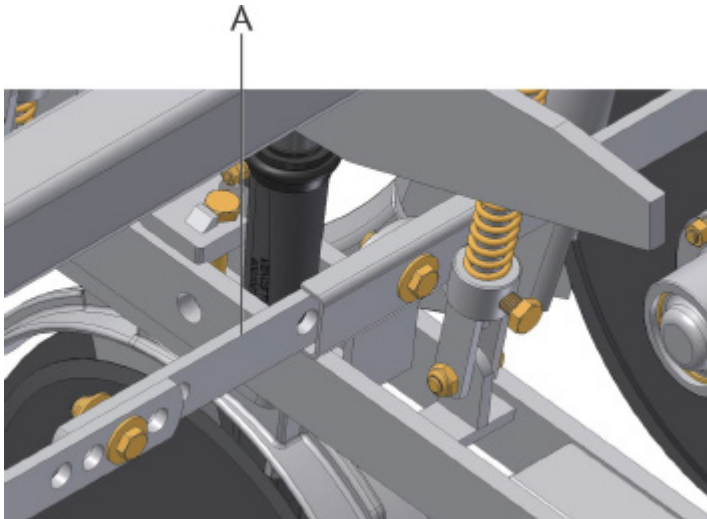

fig. 04
- 3- Retire las barras de separación (A) (fig. 04), soltando los tornillos, bujes y arandelas;
- 6- Monte las barras de separación (A) (fig. 04) conforme la opción deseada.